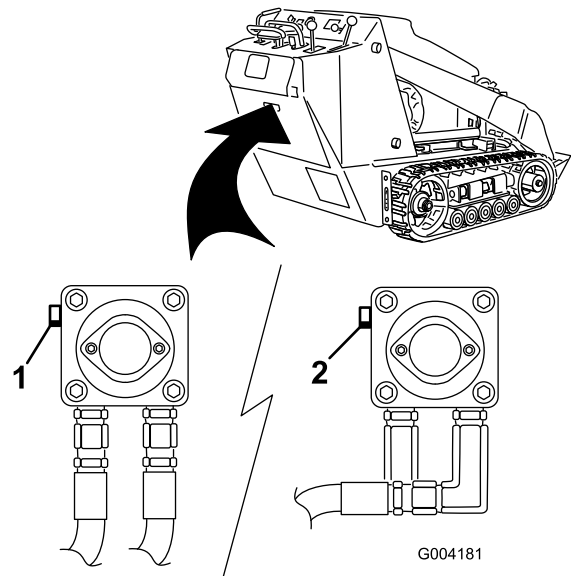

Figura 17
3. Con l'aiuto di una chiave, girare due volte in senso antiorario le valvole per il rimorchio situate sulle pompe idrauliche (Figura 17).